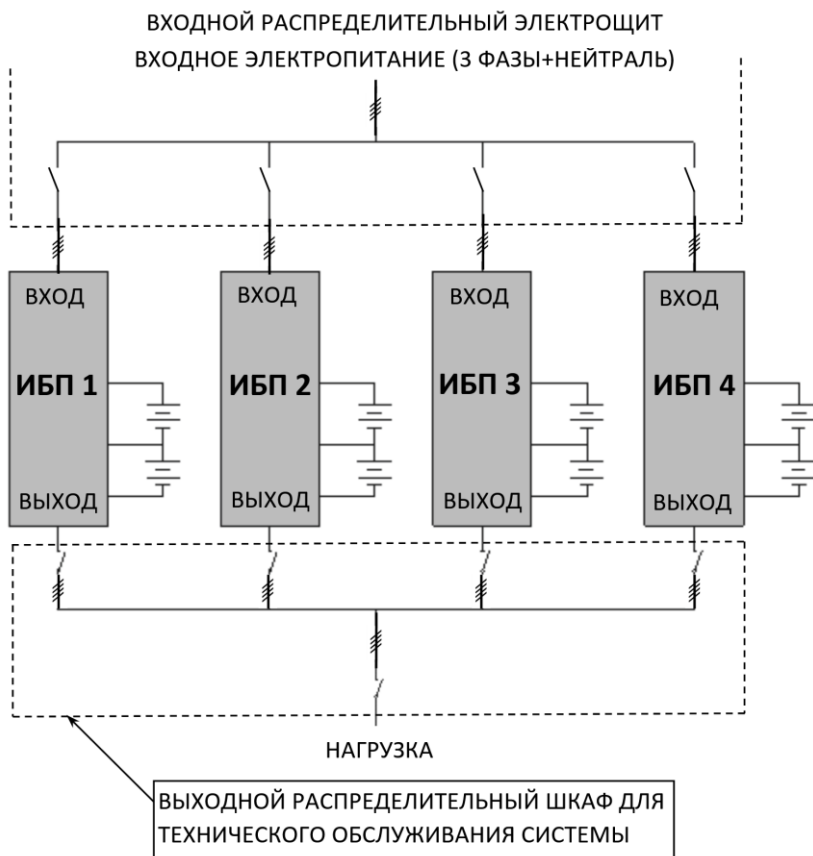
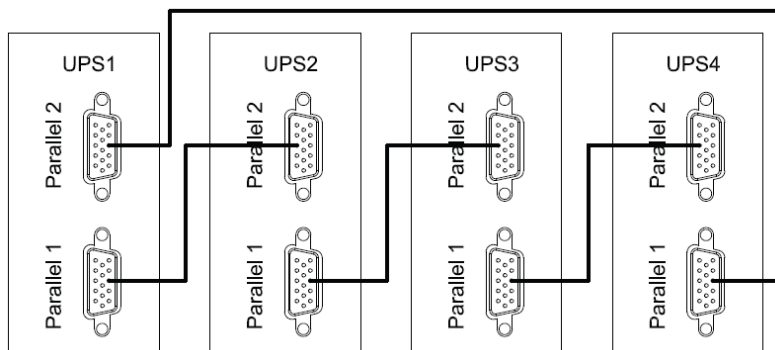

Рисунок 24 – Пример схемы подключения четырех изделий в систему параллельного резервирования с выходным распределительным шкафом.
Рисунок 25 – Схема соединения изделий в «кольцо» через параллельные порты.
Изделие имеет встроенный параллельный контроллер и может работать в системе бесперебойного питания с параллельным резервированием (см. рисунок 24 и рисунок 25). Целью такой системы является либо повышение надежности (резервирование), либо увеличение общей выходной мощности (масштабирование). При исправности всех соединенных параллельно изделий (от двух до четырех) нагрузка равномерно распределяется между ними, а в случае выхода из строя одного из изделий – перераспределяется между исправными изделиями, неисправное изделие отключается от системы.
ВНИМАНИЕ! Установите дополнительные внешние выходные выключатели (см. рисунок 24) между выходными клеммами каждого изделия и общими шинами, тщательно соблюдая фазировку.
- отключите входное сетевое питания каждого изделия. Убедитесь в том, что все внешние выключатели разомкнуты (см. рисунок 24);